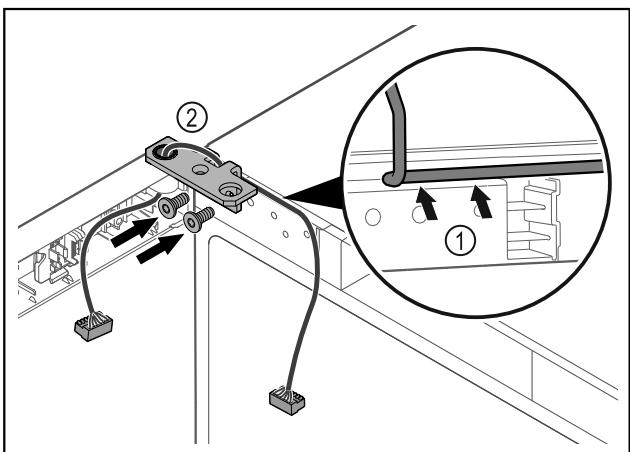

Fig. 44
- Prakiškite laidą pro šarnyrinio kampuočio angą ir atsargiai nutieskite Fig. 44 (1).
- Prisukite šarnyrinį kampuočį Fig. 44 (2).